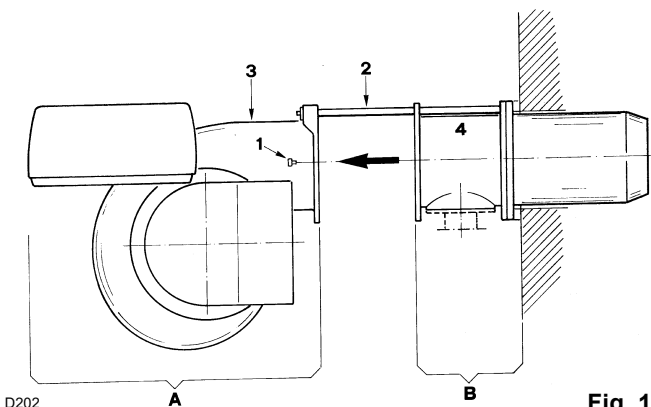

Fig. 11
celui du gaz et celui de l'air. Ils s'effectuent avec le brûleur ouvert (Fig. 11), lors de la fixation du brûleur à la chaudière.
- Faire glisser le groupe A sur les deux glissières 2)(Fig. 11).